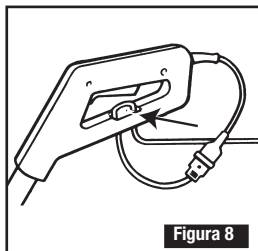

Figura 8
3. La limitación del cable ha sido diseñada para mantener un lazo de su cable de extensión. Esto ayuda a evitar que las conexiones del enchufe y receptáculo se suelten si se tira del cable de manera accidental (**Figura 8**).